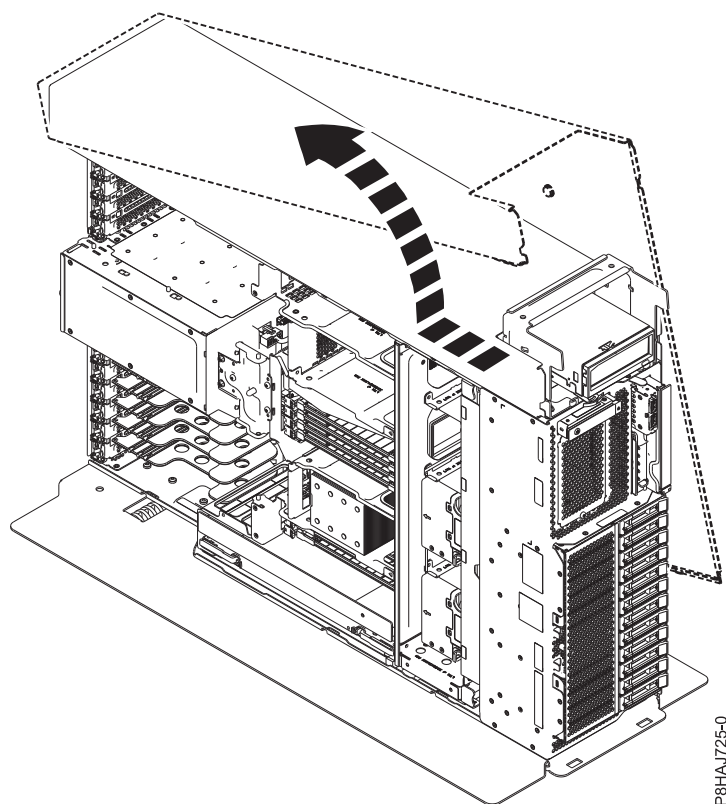

Figure 19. Retrait du capot latéral du système 8286-41A
5. Séparez le capot latéral du système en le faisant coulisser dans la direction indiquée figure 19.